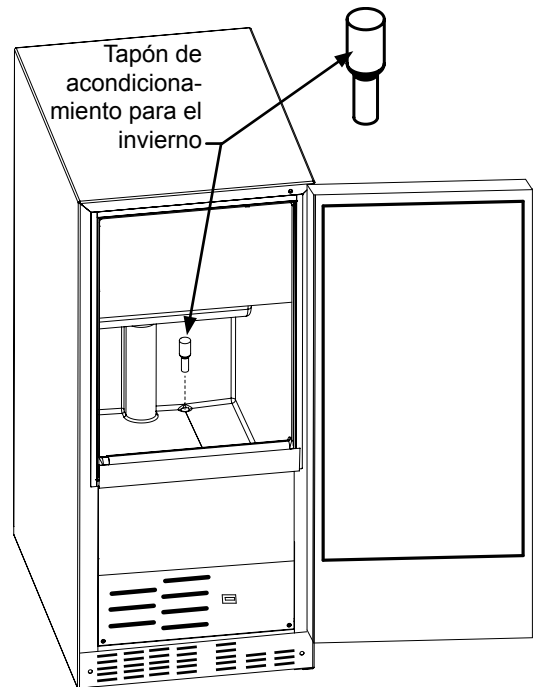

Figura 42
13. Instale el tapón de acondicionamiento para el invierno en el orificio de drenaje de agua dentro del depósito de hielo (vea la Figura 42).